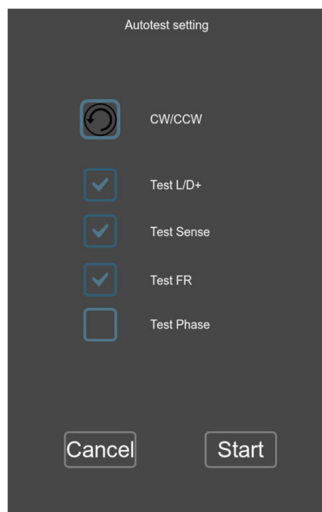

Рисунок 14
По терминалам в разъёме на рис. 14 определяем тип генератора. В данном случае терминал С и принадлежность к Японскому автомобилю и определяет тип генератора как **С JAPAN**. Далее по приложению 1 определяем какие диагностические разъёмы стенда нужно подключить к терминалам в разъёме генератора, схема подключения приведена в таблице 3.
7.1. После нажатия на кнопку «**Autotest start**» откроется окно настройки автотеста (см. рис. 14), в котором можно установить следующие параметры: